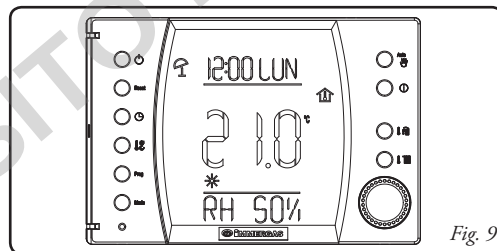

Fig. 9
- **Funzionamento in modalità estate.** Mediante la pressione del pulsante  si passa al funzionamento estate (il Super CAR abilita in caldaia solo la produzione di acqua calda sanitaria escludendo il riscaldamento ambienti (vedi fig. 9). Sul display viene visualizzato il giorno e l'ora corrente, la temperatura ambiente, le previsioni meteo e la percentuale di umidità presente.